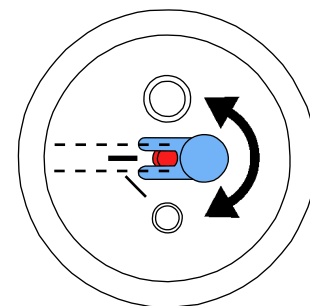

Fig. 12
- Duza de dozare se va regla la rezervoarele de sablat la 25 - 70 μ m (Fig. 12).